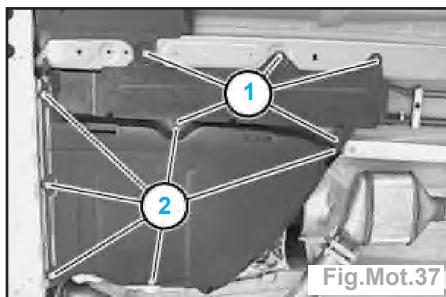

Fig.Mot.37
- Détacher les vis (1) et (2) (Fig.Mot.37).